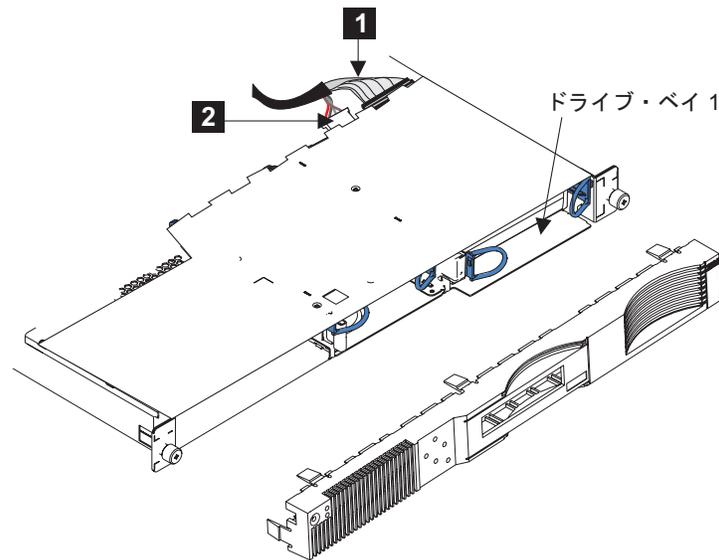

図 104. SAN ボリューム・コントローラー 2145-4F2 ディスク・ドライブおよびフロント・パネル
4. SCSI シグナル・コネクタ **1** および電源コネクタ **2** を、図 104 に示すように、ディスク・ドライブの背面から切断してから、ケーブルを取り外します。